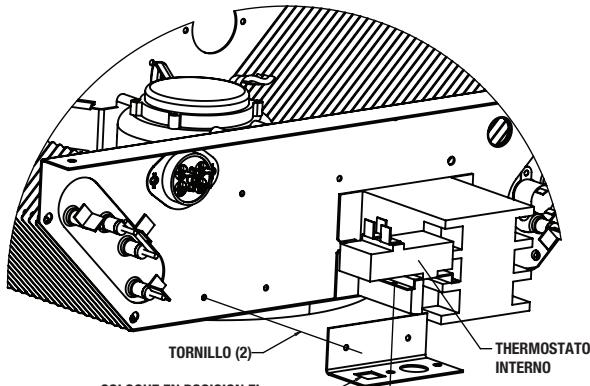

Figura 2 COLOQUE EN POSICION EL ELEMENTO BIMETÁLICO SOBRE EL CORTE CUADRADO
- Instale el Termostato Interno en el calentador según se muestra en la Figura 2.